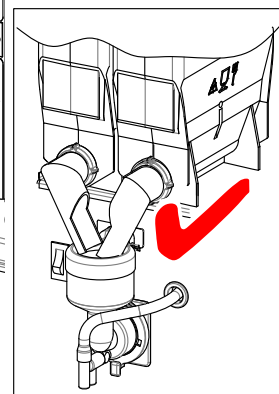

Fig. 28
4. Drej doseringsudslippet tilbage til den oprindelige stilling (fig. 28).